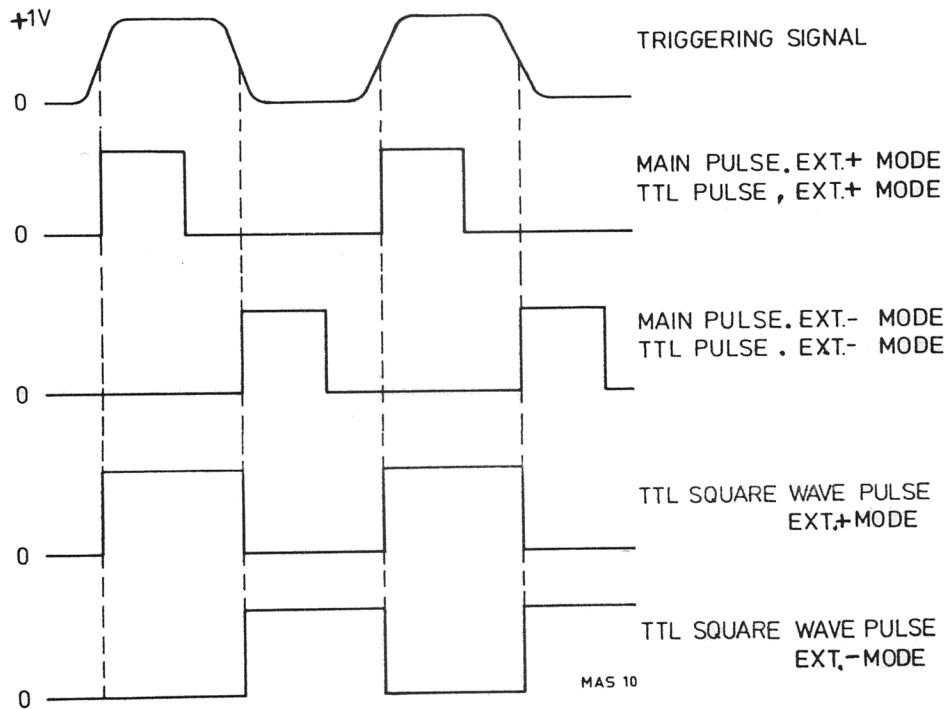

Fig. VI-7 : Déclenchement externe PM 5705
- Choisir le déclenchement à la pente positive ou négative du signal en mettant le commutateur REPETITION TIME sur EXT+ ou EXT-. Réglage la durée sur 10 µs. Se référer à la fig. VI-7.
- Observer que les impulsions de sortie ont le même temps de répétition que le signal de déclenchement mais une durée d'impulsion égale à celle réglée avec les commandes DURATION. Fig. VI-7.
- Observer un signal de sortie similaire à la fig. VI-7.
- Remarquer que le temps de répétition et la durée sont déterminées par le signal de déclenchement. Se référer à la fig. VI-7.